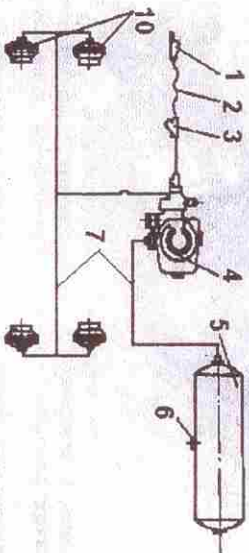

Рис. 9. Схема соединений пневматическая:
4.7. Схема соединений пневматическая (рис. 9). Прицеп оборудован пневматическим приводом тормозов колесных тормозов по однопроводной системе. Пневматический привод тормозов дает возможность автоматически, одновременно с трактором, приводить в действие колесные тормоза прицепа, кроме того обеспечивает аварийное торможение прицепа при отрыве от трактора.